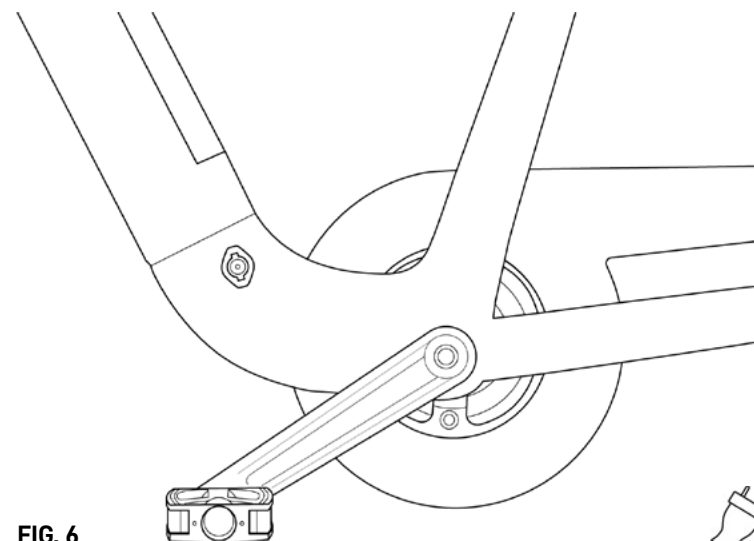

FIG. 6
1. Sollevare il tappo in gomma presente sulla presa di carica, collocata nel lato sinistro del telaio (FIG 6);